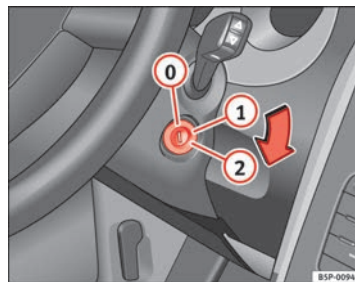

Abb. 136 Stellungen des Zündschlüssels
In dieser Stellung ⇒ Abb. 136 sind die Zündung und der Motor ausgeschaltet und die Lenkung kann gesperrt werden.
- Drehen Sie den Zündschlüssel in Stellung ⇒ Abb. 136 . Beim Vorglühen des Motors leuchtet die Kontrollleuchte  auf. ▶
- Wenn die Kontrollleuchte ausgeht, drehen Sie den Zündschlüssel in Stellung ② zum Anlassen des Motors - geben Sie kein Gas.
- Drehen Sie den Zündschlüssel in Stellung ⇒ Abb. 136 ①. ▶